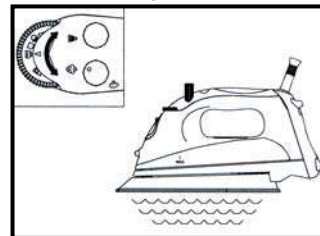

Fig. 2
5. Para aumentar el vapor, gire el dial regulador de vapor a la derecha. Cuando se use más vapor, la plancha consumirá más agua y tendrá que rellenarse con más agua y frecuencia. (Fig. 2)